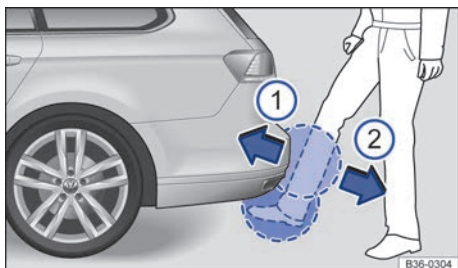

Fig. 94 Portón del maletero con apertura controlada por sensor (Easy Open).
se puede abrir moviendo un pie por la zona del sensor situado debajo del paragolpes trasero (Easy Open) → fig. 94.
Si se encuentra una llave del vehículo válida en la zona de proximidad → fig. 78 del portón del maletero, es posible desbloquear y abrir este moviendo un pie por las zonas del sensor situado debajo del paragolpes trasero → fig. 94.
- Con un movimiento rápido, acerque un pie y la parte inferior de la pierna lo más posible al paragolpes. La parte inferior de la pierna tiene que acercarse a la zona superior del sensor, y el pie, a la zona inferior → fig. 94.
- Retire rápidamente el pie y la parte inferior de la pierna de las zonas del sensor → fig. 94. El portón del maletero se abre automáticamente.